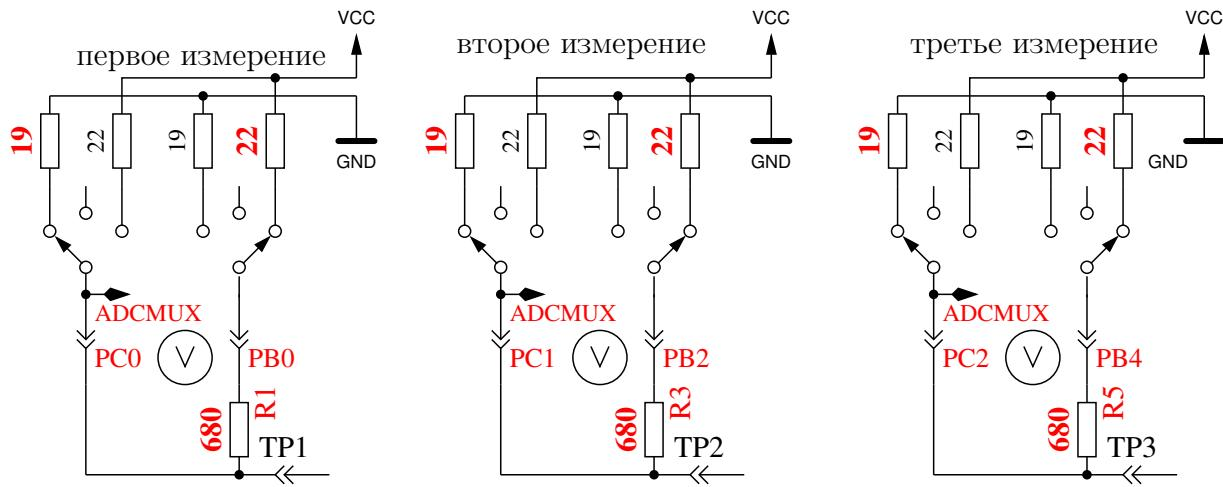

Рис. 5.66. Измерение внутреннего сопротивления порта С подключением выходных контактов к GND
8. Измерение внутреннего сопротивления порта подключением выходных контактов к GND. Этот и следующие тесты будут проведены, если выбрана опция AUTO_CAL. Внутреннее сопротивление порта C с выходами, подключенными к GND, измеряется по току через подключенные к VCC (+5 V) резисторы 680Ω , смотри рисунок 5.66. Могут быть измерены только три вывода порта АЦП. Внутреннее сопротивление портов B (PB0, PB2 и PB4) не может быть измерено без изменения аппаратных средств. Будем считать, что внутреннее сопротивление порта для различных портов практически одинаково. Величина сопротивления будет определена в следующем тесте.